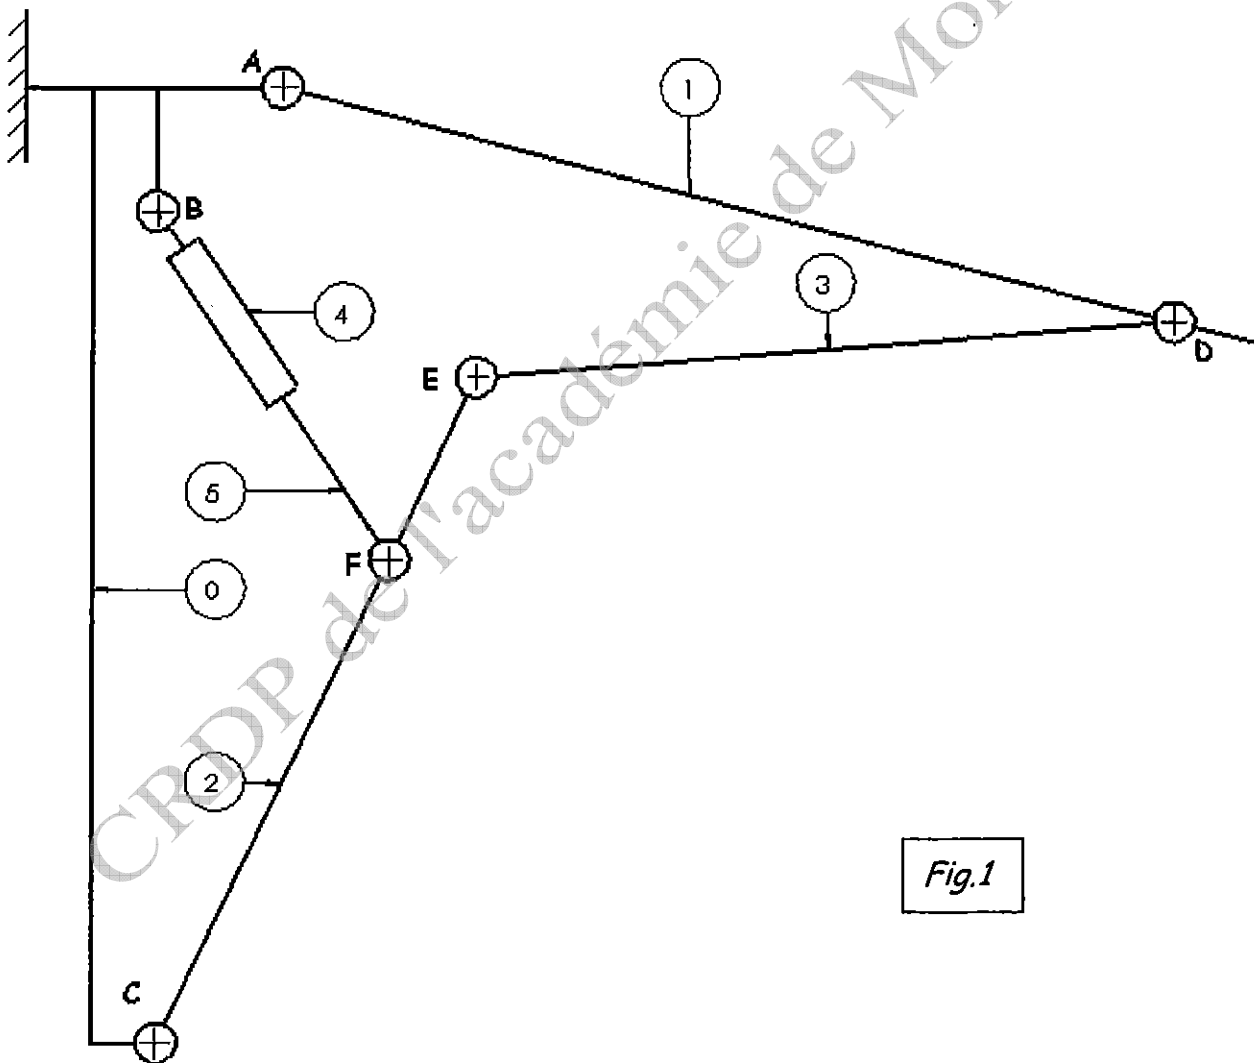

Fig.1
2.4 -Tracer et désigner les trajectoires du point F identifié dans le tableau ci-dessus sur la fig1.